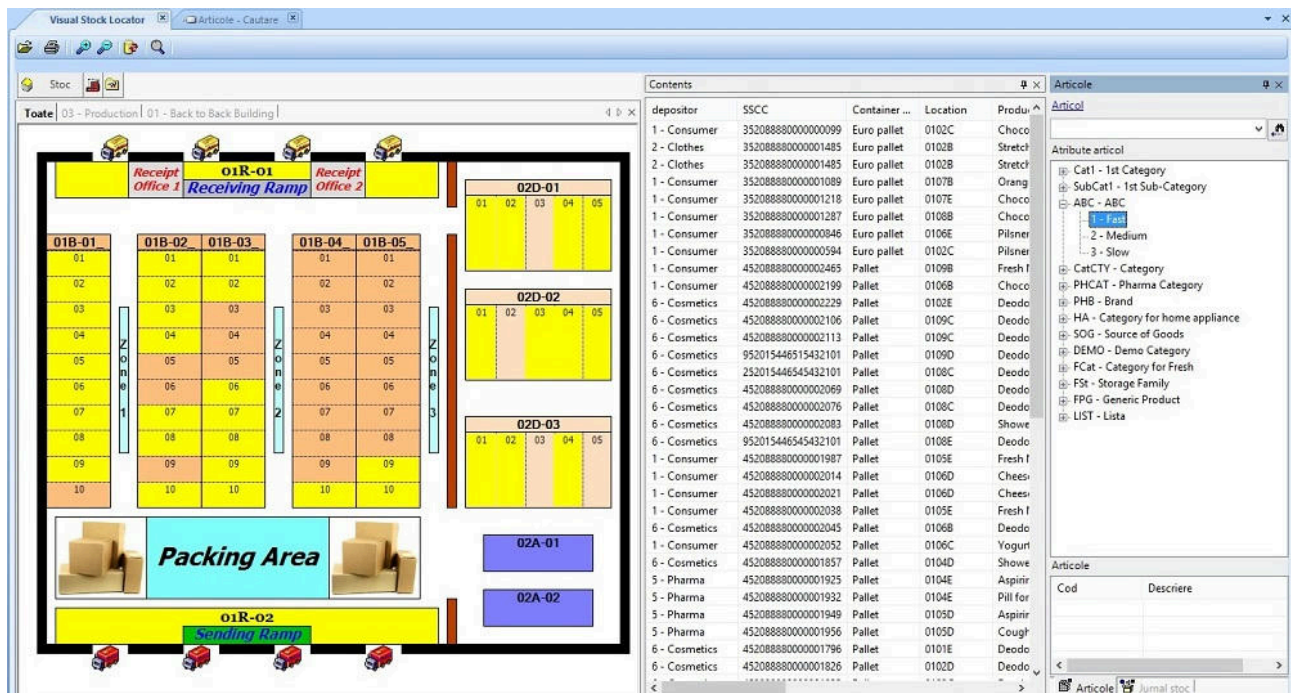

Figura 1: Schermata di un software WMS tradizionale (fonte: [seniorsoftware.ro](http://seniorsoftware.ro))
- interfaccia di gestione complessa (Figura 1), inadatta all'uso tramite touchscreen;